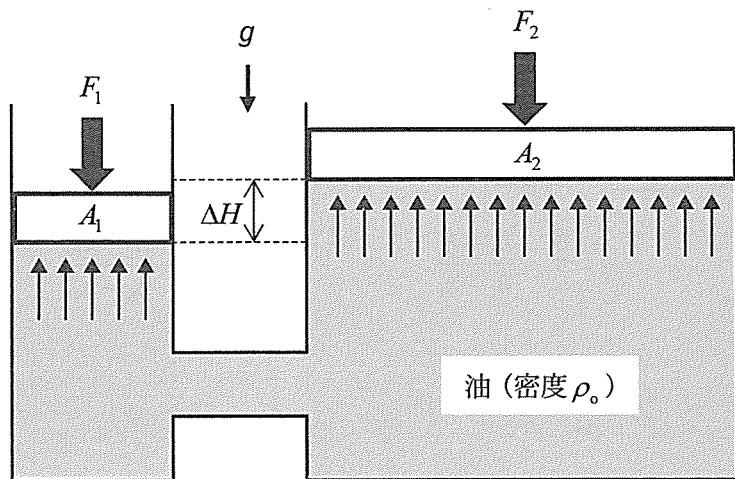

図 1
- (1) 図 1 は、密度 ρ_0 の油で満たされた円筒容器とピストンで構成される装置を示したもので、大小二つの円筒容器は接続管でつながれている。ここで、断面積 A_1 のピストンには F_1 の力が、断面積 A_2 のピストンには F_2 の力が加えられており、両ピストンはその底面の高さの差 ΔH のところで静止している。また、重力の加速度を g とし、ピストンの質量は無視でき、ピストンは滑らかに動くものとする。
2) 仮にピストンの高さの差がなければ（即ち $\Delta H = 0$ ）、 F_2 は次の式①で与えられる。
3) 図1のようにピストンの高さの差がある場合、 F_2 は式①で与えられる値より だけ小さくなる。